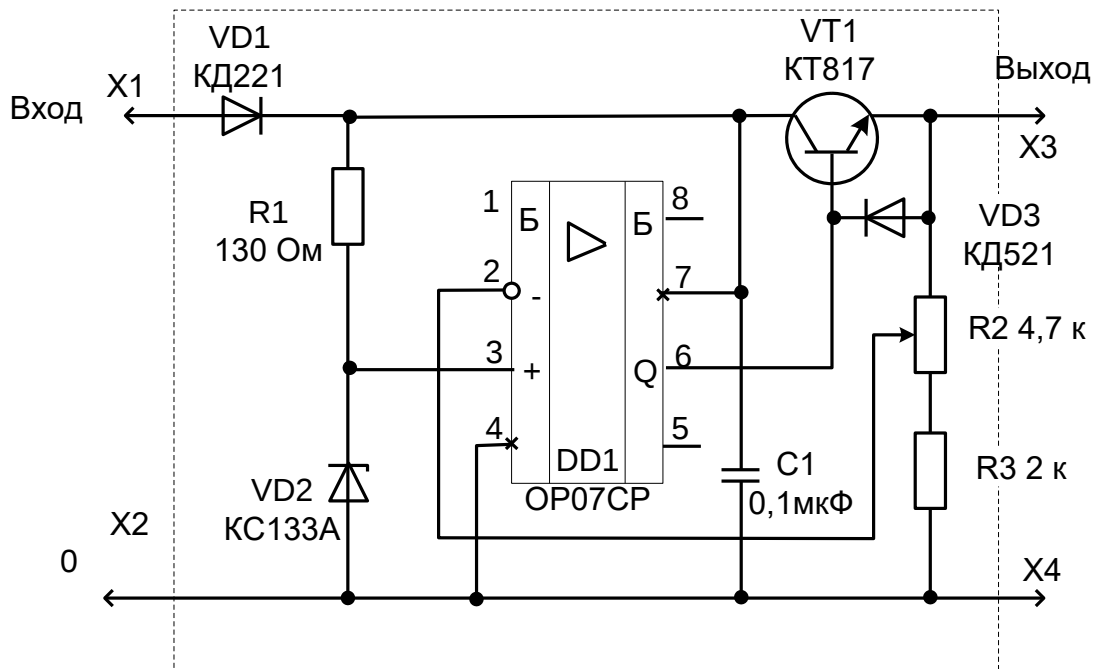

Рис.1.5. Схема блока стабилизатора напряжения.
13. Миниблок **«Стабилизатор напряжения»** (рис.1.5) представляет собой замкнутую систему автоматического регулирования выходного напряжения и состоит из регулирующего элемента, совмещённого с усилителем (VT1), (DD1), сравнивающего устройства (DD1) и источника